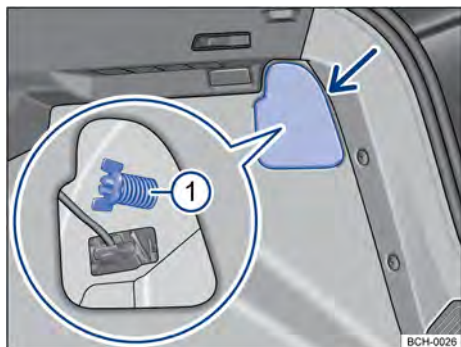
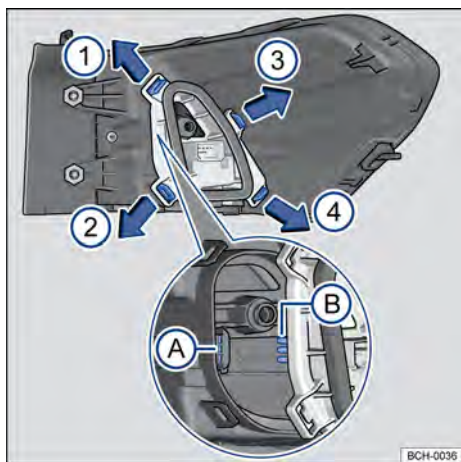

Fig. 163 No compartimento de bagagem: desinstalar cobertura e retirar o parafuso borboleta ① (lupa).
Fig. 164 Lanterna traseira: desinstalar o suporte das lâmpadas
- ① Observar a lista de controle e executar as ações → Página 213.
- ② Abrir a tampa traseira → Página 74.
- ③ Para abrir a cobertura da lanterna, girar a trava → Fig. 163 (seta).
- ④ Abrir a cobertura junto com a trava para o lado.
- ⑤ Soltar o parafuso borboleta ① (lupa) e retirá-lo, segurando, ao mesmo tempo a lanterna traseira.
- ⑥ Puxar cuidadosamente a lanterna traseira para fora, para desencaixá-la da carroceria → ①.
- ⑦ Desencaixar o conector de alimentação das lâmpadas da lanterna, para remover totalmente a lanterna.
- ⑧ Colocar a lanterna traseira sobre uma superfície limpa e lisa.
- ⑨ Para destravar o suporte das lâmpadas, pressionar cada lingueta de travamento → Fig. 164 no sentido das setas.
- ⑩ Remover o suporte das lâmpadas cuidadosamente.
- ⑪ Para remover as lâmpadas incandescentes queimadas pressionar a lâmpada contra o alojamento e girar no sentido anti-horário.
- ⑫ Substituir a lâmpada incandescente queimada por uma lâmpada incandescente nova do mesmo modelo.
- ⑬ Para inserir as novas lâmpadas no suporte das lâmpadas, introduza a nova lâmpada no respectivo alojamento. Pressionar a lâmpada e girar no sentido horário até o batente.
- ⑭ Certificar-se de que as lâmpadas estão corretamente fixadas no suporte das lâmpadas.
- ⑮ Instalar o suporte das lâmpadas na lanterna traseira, com atenção no encaixe das lâminas de contato na carcaça → Fig. 164 A e B. As linguetas de travamento devem encaixar de forma audível obedecendo a sequência → Fig. 164 ①, ②, ③ e ④.
- ⑯ Colocar o conector de alimentação na lanterna.
- ⑰ Encaixar a lanterna traseira cuidadosamente no alojamento da carroceria.
- ⑱ Segurar a lanterna traseira na posição de montagem com uma das mãos e aparafusar com a outra o parafuso borboleta → Fig. 163 ①.
- ⑲ Recolocar a cobertura da lanterna em sua posição e girar a trava para fechar.
- ⑳ Fechar a tampa traseira → Página 74.